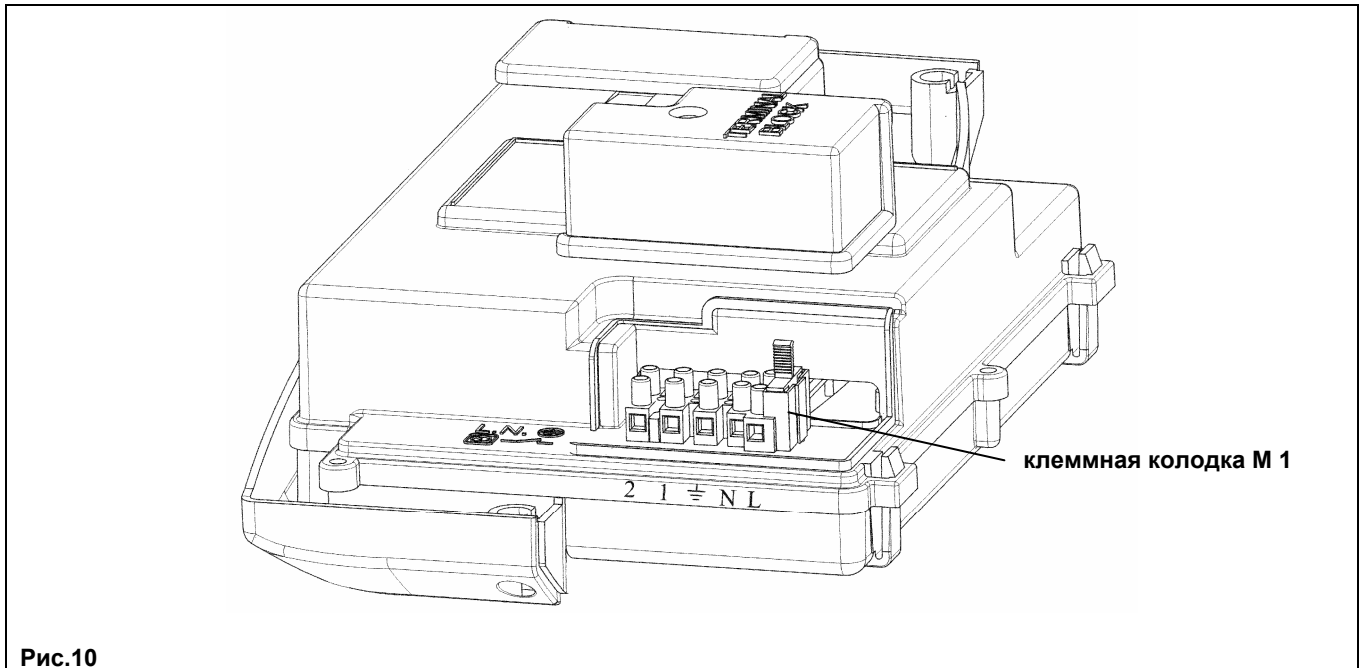

Рис.10
- для доступа к контактам снимите крышку (рис.10).
- откройте доступ к клеммам подключения электропитания (рис. 10), как описано выше;
- удалите перемычку между клеммами (1) и (2);
- проденьте двухпроводной кабель, идущий от термостата, через держатель и подключите его к клеммам (1) и (2).